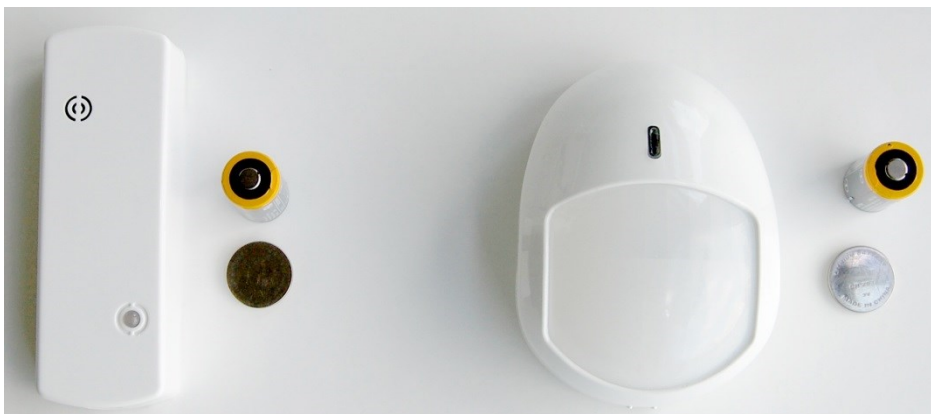

Рис. 8.1. Радиоизвещатели *Ладога-МК-ПК* и *Фотон-19-ПК* и их элементы питания (вверху — основные, внизу — резервные)
1. Приготовьте радиоизвещатели и батарейки из комплекта поставки (рис. 8.1).